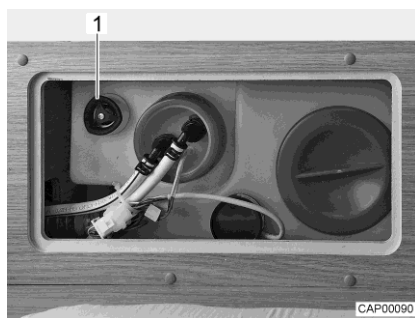

Bild 63 Vattentank med ratt
- Vrid ratten (Bild 63,1) på vattentanken medurs till stoppläget.
- Vrid ratten (Bild 63,1) på vattentanken moturs till motståndet. Vattnet rinner ut tills ca 20 liter är kvar.